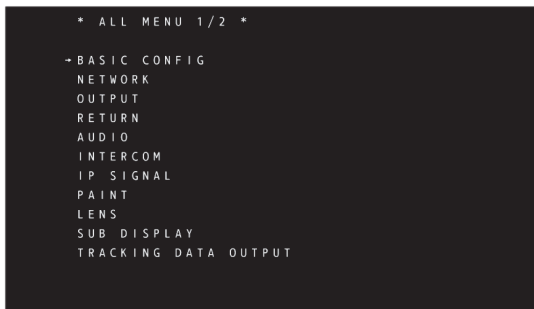

図 1
- 5 〈SELECT〉ダイヤルボタンを回して [BASIC CONFIG] にカーソル（矢印）を移動させる。（図 1）